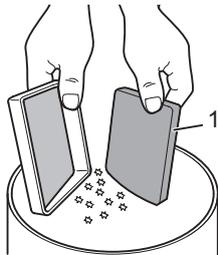

Abb. 29
5. Halten Sie den Motorschutzfilter (Abb. 29/1) samt Halterung über einen Mülleimer. Trennen Sie die beiden Teile erst dann vonein-ander. Klopfen Sie zur Grobreinigung beide Teile über einem Mülleimer mit leichten Schlägen aus.